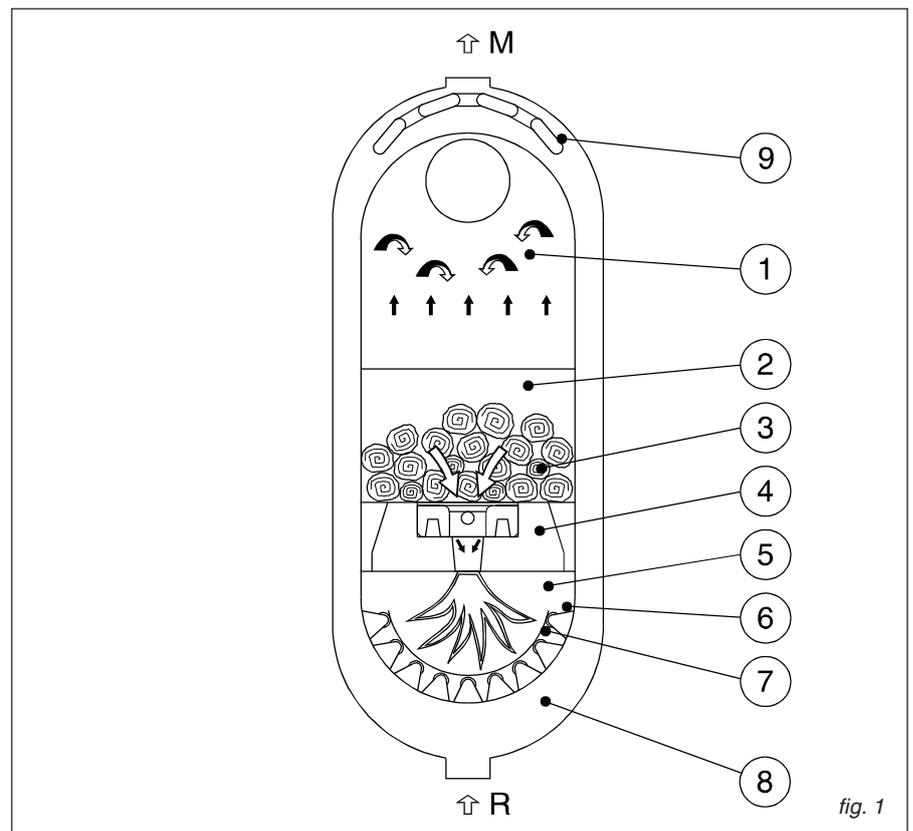
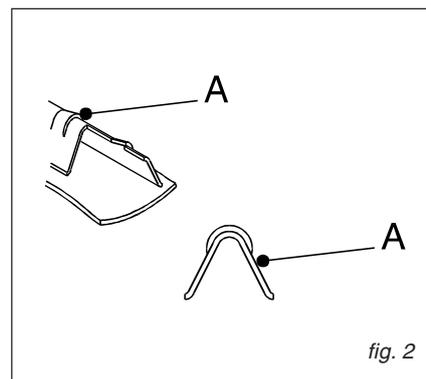
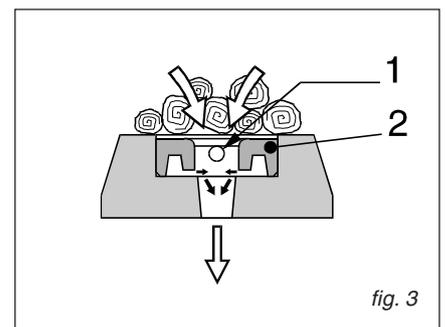

fig. 1
fig. 2
fig. 3
Il corpo caldaia è formato da due elementi ovoidali l'uno inserito all'interno dell'altro, in modo che tra i due si formi una intercapedine d'acqua (fig. 1).
Possiamo distinguere le seguenti parti (fig. 1):
ZONA DI GASIFICAZIONE (Fig. 1 - pos. 2)
(Fig. 1 - pos. 6 e fig. 2)
Funzionando a legna e non essendoci percentuali altissime di zolfo, è importante ottenere temperature dei fumi molto basse per migliorare il rendimento all'acqua. Si è optato quindi per un tipo di superficie di scambio a passaggi secchi (fig. 2), già ampiamente collaudato per le caldaie a gasolio funzionanti con acqua a bassa temperatura, permettendo basse temperature dei fumi senza pericolo di condensazioni.
Le superfici dei condotti secchi "A" (fig. 2) sono dotate di tagli, onde evitare problemi di dilatazione.
I residui solidi della combustione (ceneri), che si appoggiano sulla culla in acciaio refrattario (fig. 1, pos. 7) ad alta temperatura diverranno col tempo sempre più leggeri sino a che saranno trascinati dalla velocità dei gas e si depositeranno nella zona più bassa della camera fumo posteriore dalla quale verranno rimossi durante le operazioni di pulizia.
(Fig. 1 - pos. 4 e fig. 3)
Il bruciatore è composto da una pietra refrattaria (fig. 1, pos. 4). Tale pietra presenta un'apertura ovale centrale da cui passa la fiamma.
La pietra refrattaria principale presenta inoltre un incavo rettangolare entro il quale sono posati i barrotti in ghisa opportunamente scanalati (fig. 3, pos. 2) che ricevono l'aria secondaria da un distributore anteriore.
(Fig. 1 - pos. 5)